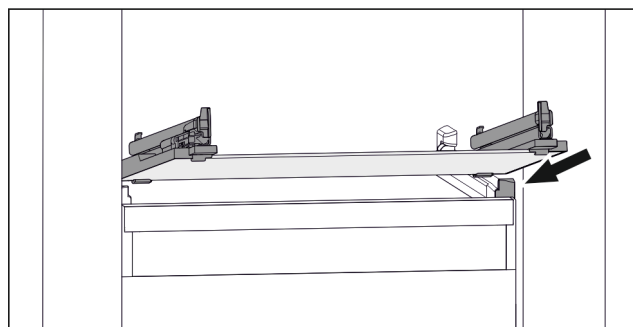

Fig. 39 Příklad znázornění skleněné desky
- ▶ Nasadte skleněnou desku šikmo za zářezky. (viz Fig. 39)